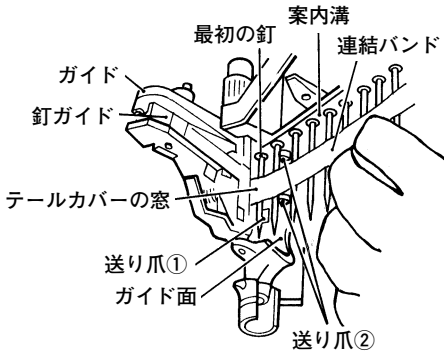

図 13
連結バンドをガイド面に押しつけながら先端部をテールカバーの窓に入れ、最初の釘を射出口内に、2本目の釘を送り爪①、送り爪②の間に入れて釘頭が案内溝に入るようにしてください。(図13)
(3) 釘ガイドを閉じる